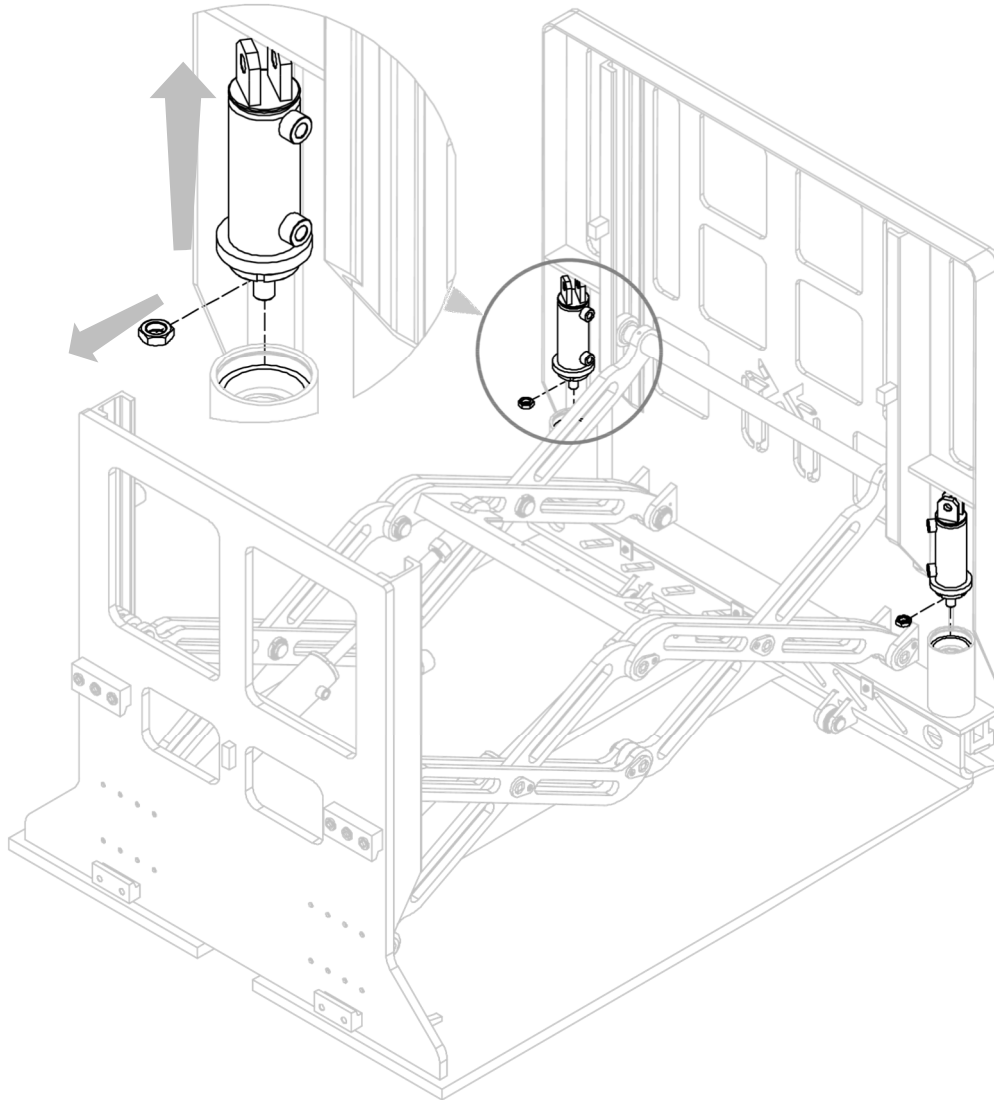

Figura 14
3. Desenroscar los vástagos de los pernos de empuje de la cuchilla correspondientes y extraer los cilindros (Figura 14).